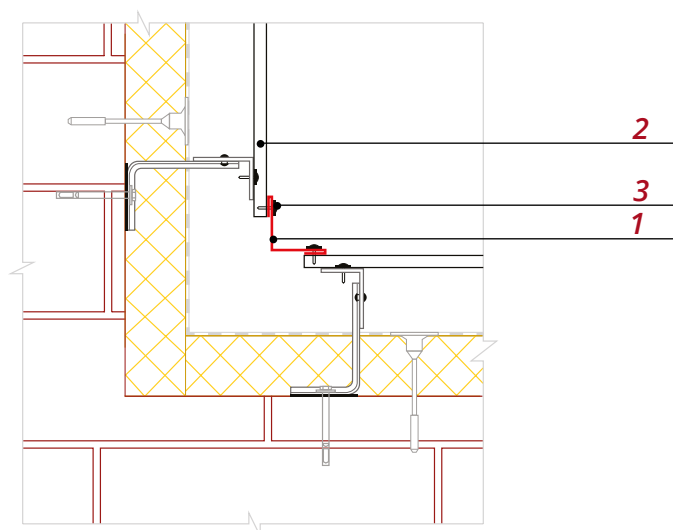

Рис. 10
- Планку угла внутреннего простую **1** крепите после монтажа панелей сайдинга **2** (рис. 10). Рекомендуется использовать саморезы ПШС с окрашенной головкой **3**, вытяжные заклепки или кровельные саморезы 5.5\*19.